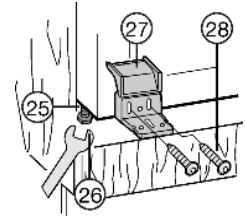

Fig. 21
- ▶ breng de kunststof hoek Fig. 21 (27) in één vlak met de voorkant van de meubelzijwand.
- ▶ Lijn in de diepte de kunststof hoek Fig. 21 (27) sluitend met de voorkanten van de meubelzijwanden uit, ook al steekt de hoek daardoor boven de meubelbodem uit.
- ▶ Het apparaat via de stelvoetjes Fig. 21 (25) met de meegeleverde steeksleutel Fig. 21 (25) rechttop plaatsens.